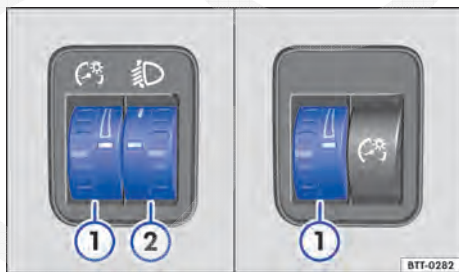

Fig. 97 Ao lado do volante: regulador da iluminação dos instrumentos e dos interruptores ①, assim como regulagem do alcance do farol ②.
① Iluminação dos instrumentos e dos interruptores
Com a luz ligada, a luminosidade dos instrumentos e dos interruptores pode ser regulada sem escalonamento girando o regulador ⇒ Fig. 97 ①.